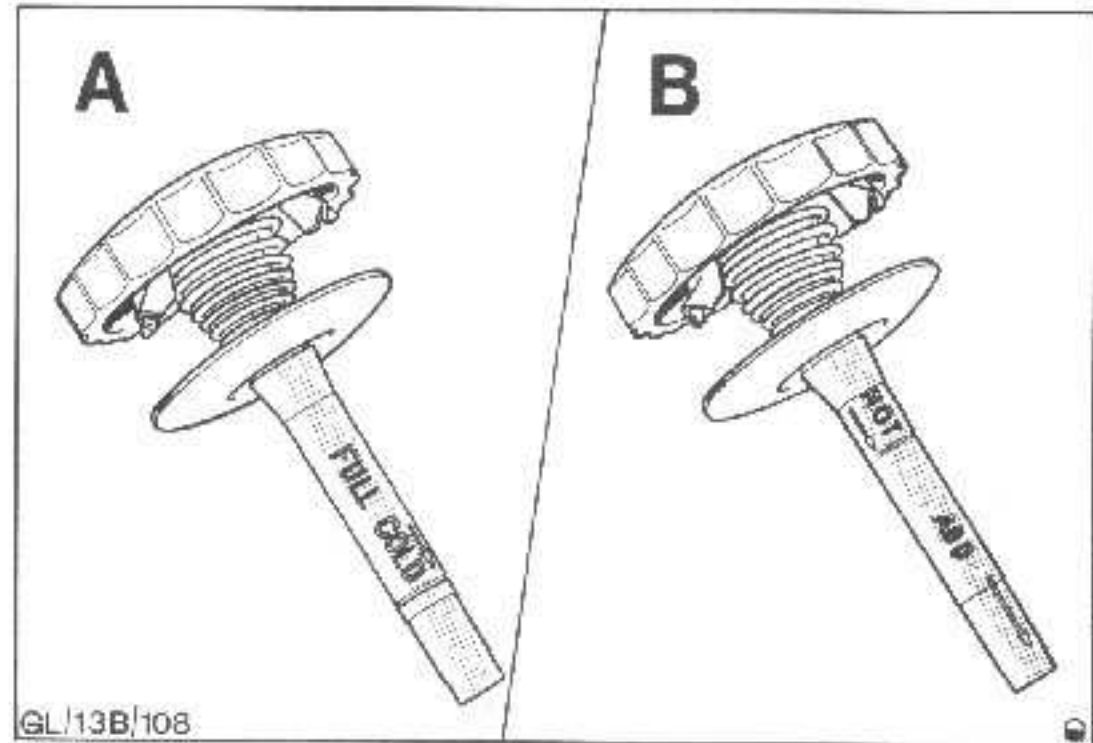

Abb.46 Auffüllen des Vorratsbehälters
2. Vorratsbehälter mit neuem vorgeschriebenem Hydrauliköl auffüllen, Abb.46.